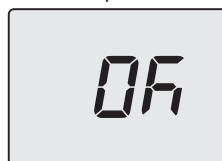

Figura 5.63
- Premendo il tasto 13 (Figura 5.57) si ottiene la conferma del valore inserito. Il display visualizzerà per 5 sec. quanto segue (Figura 5.63) poi, si porterà al livello superiore.